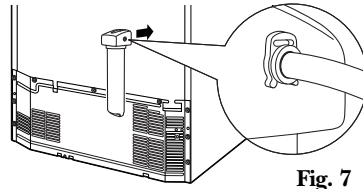

Fig. 7
3. Pull out on tubing to create a gap between the manifold and white collet. Insert the white locking clip between the manifold and white collet (Fig. 7).
3. Tirez le tube vers l'extérieur pour créer une espace entre le collecteur et la bague de serrage blanche. Insérez la bride de verrouillage entre le collecteur et la bague de serrage blanche (Fig. 7).
3. Tire hacia afuera en la tubería para crear una brecha entre el colector y la boquilla blanca. Inserte el gancho blanco de bloqueo entre el colector y la boquilla blanca (Fig. 7).